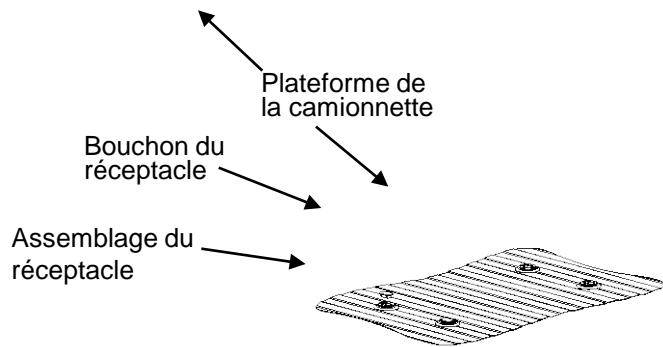

Figure 23
17. Insérer les bouchons dans les réceptacles (comme illustré) lorsque ces derniers ne servent pas. (**Figure 23**)